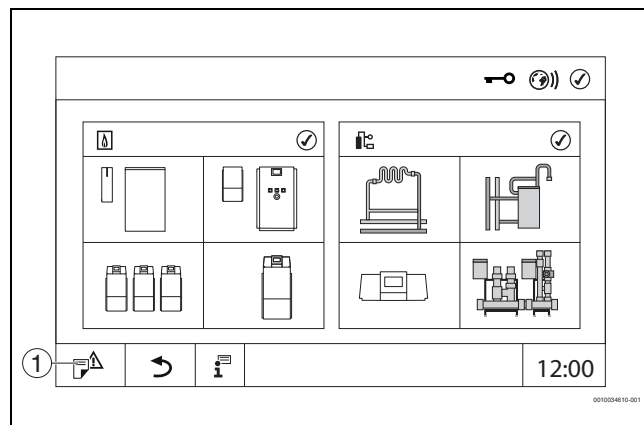

Fig. 17 Apertura del Menu di servizio (esempio)
- Tenere premuto il simbolo (→ fig. 17, [1]) per circa 5 secondi.